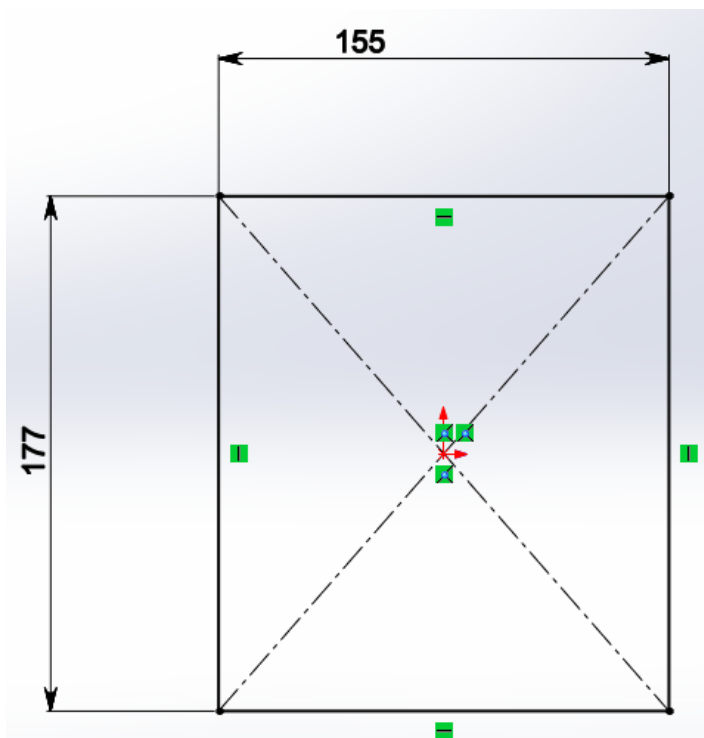

Рисунок 25 – создание эскиза для крышки
31. Выбрать плоскость спереди. Построить прямоугольник из центра с размерами 155x177 мм (рис. 25).